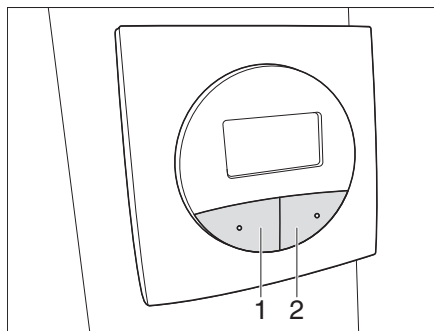

Fig. 39 Panel instalación de antena parabólica Teleco
- Pulsar la tecla SAT (Fig. 39,2) **dos veces**. La instalación de antena parabólica se extrae y busca automáticamente el satélite configurado.
- Pulsar la tecla PARK (Fig. 39,1). La instalación de antena parabólica se introduce.